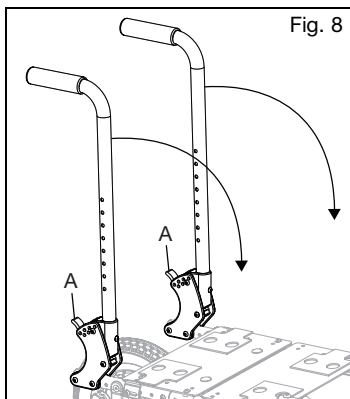

Fig. 8
1. Empuje las palancas (Fig. 8:A) hacia el frente de la silla para desenganchar los seguros. Si el asiento del espaldar está instalado, ambos pestillos deben desconectarse simultáneamente para permitir que se pliegue el espaldar.